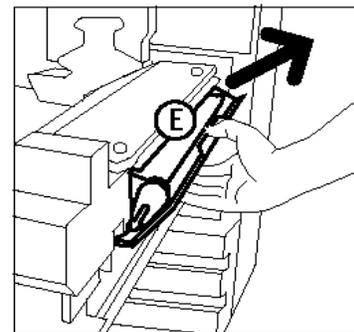

Abb. 45: Reinigungsfilz entfernen
- Den Reinigungsfilz (E) vorsichtig herunterdrücken und nach rechts ziehen, um es abzunehmen (s. Abb. 45).